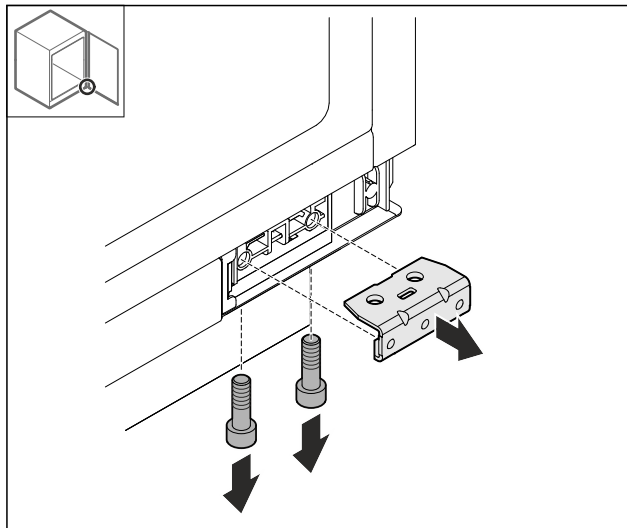

Fig. 40
- ▶ Demontera fästet Fig. 40 (2).